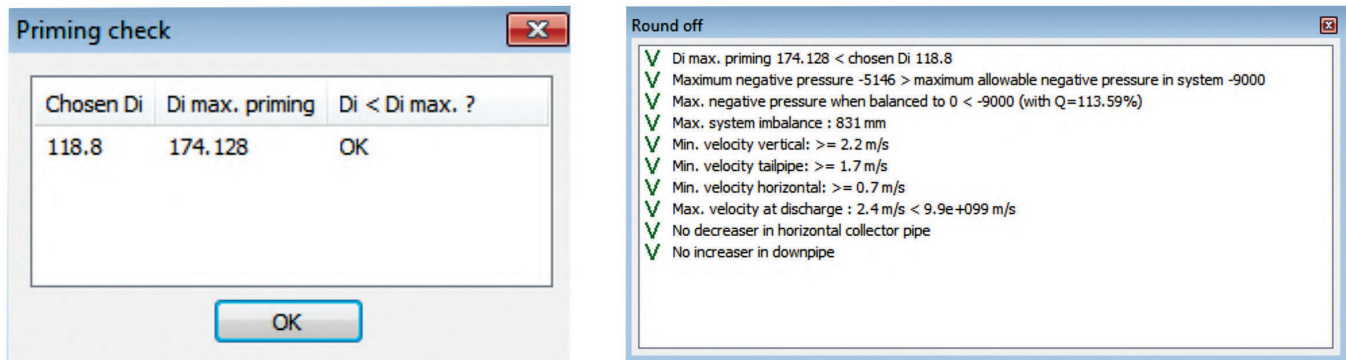

Figura 10. Chequeo del diseño.
5. Se realiza el diseño hasta balancear el sistema, verificando el correcto cebado del bajante y el cumplimiento de la lista de chequeo de los parámetros hidráulicos (Ver Figura 10).